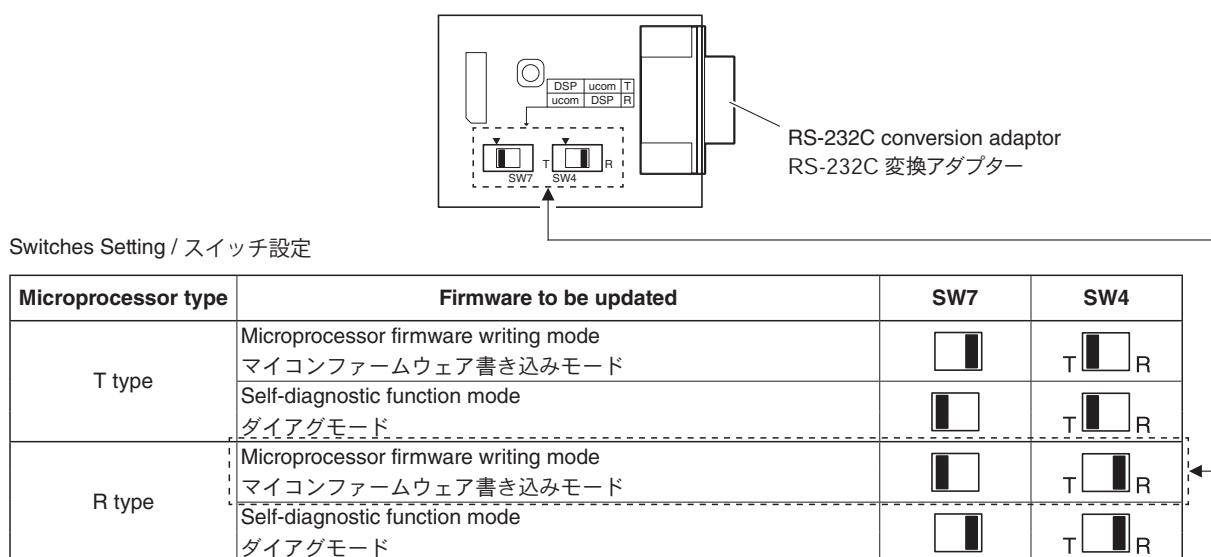

Fig. 1
- Set the switches on RS-232C conversion adaptor as shown below. (Fig. 1)
- RS-232C 変換アダプターのスイッチを下記のように設定します。 (Fig. 1)